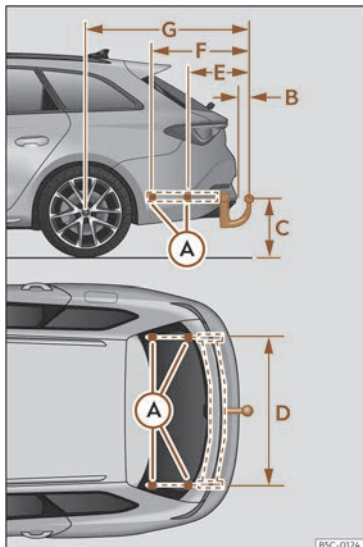

Fig. 200 Cotas e puntos de fixación para a montaxe posterior dun dispositivo de remolque.
A cota entre o centro do cabezal esférico e a calzada» **fig. 200** (C) non deberá ser nunca inferior á indicada. Isto rexe tamén co vehículo a plena carga, incluíndo a carga vertical máxima tecnicamente admisible sobre o axuste.
Cotas de distancia (as medidas poden variar dependendo das distintas combinacións de chasis)» **fig. 200** :